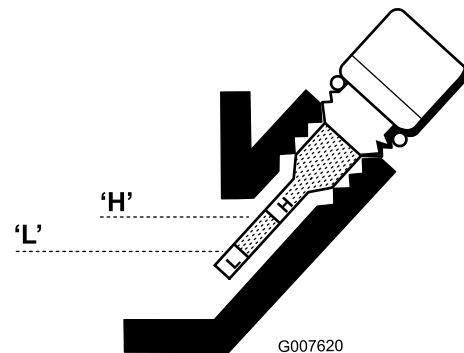

Figure 27
3. Essuyez la jauge sur un chiffon propre et remettez-la dans l'orifice de remplissage. Ne la revissez pas dans l'orifice de remplissage. Ressortez-la jauge et vérifiez le niveau d'huile. Si le niveau est bas, ajoutez suffisamment d'huile pour le faire monter entre les repères "H" et "L" sur la jauge (Figure 27). Vérifiez de nouveau le niveau d'huile. Ne remplissez pas excessivement.